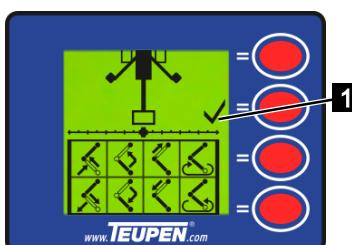

Abb. 143
5. Bühne weiter schwenken bis die Drehbewegung automatisch stoppt und das Häkchen (Abb.143/1) im Display angezeigt wird.